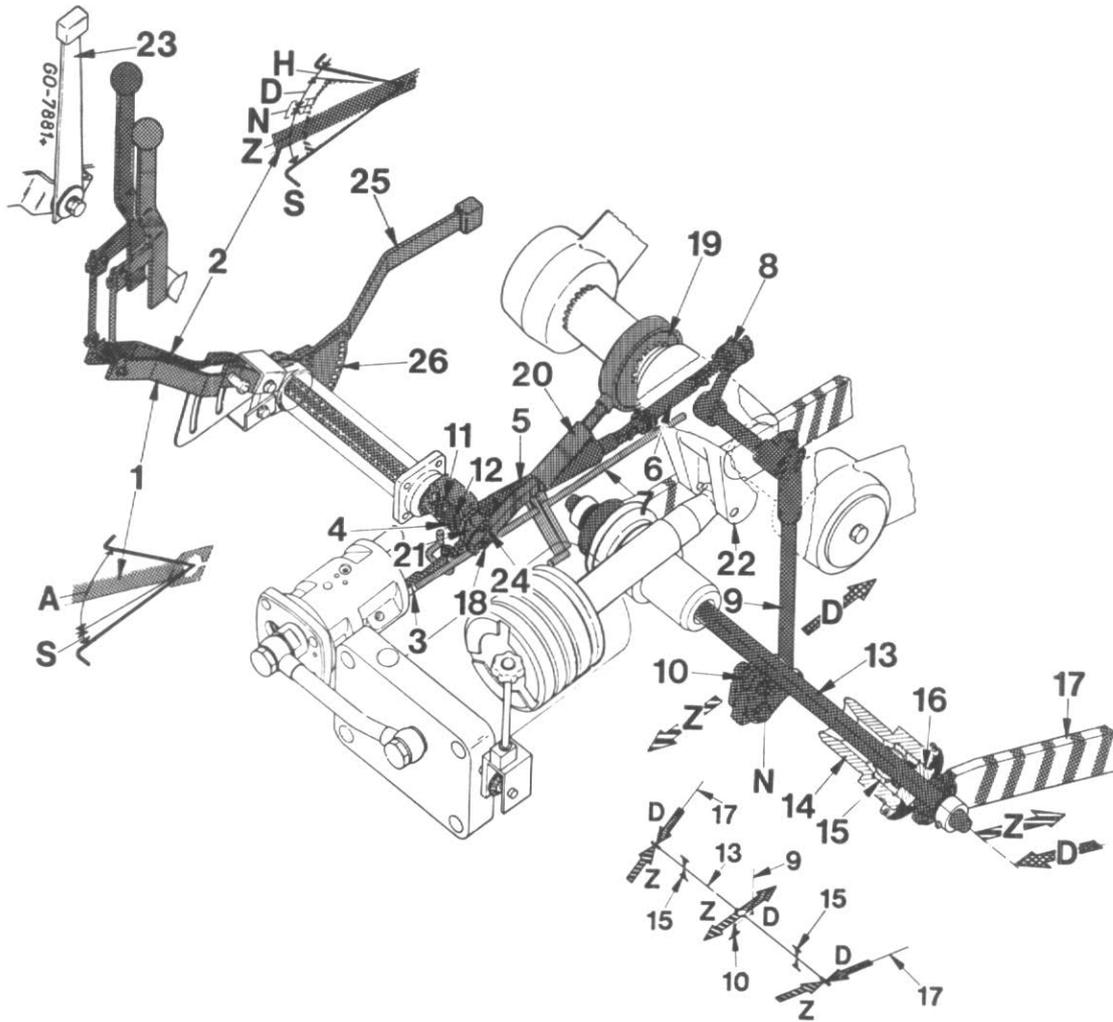

Fig. 1
Le contrôle de position est principalement utilisé pour les instruments portés qui n'exigent pas un contrôle de profondeur. Ces instruments sont commandés par le mécanisme de contrôle de position (bleu, fig. 1). Le levier de contrôle de traction (2) est complètement abaissé et ainsi rendu inefficace.
La position du levier de contrôle d'effort de traction (2, Fig. 1) correspond à une résistance définie de l'instrument dans le sol.
Les forces de traction ou de compression qui agissent sur le récepteur de flexion de type barre de flexion (13, Fig. 1) sont transformées en signaux de commande, à savoir les flexions Z ou D du récepteur de flexion.
Le système fonctionne généralement dans la zone de traction (Z, Fig. 1). Pour le labourage en surface seulement, le système peut fonctionner en zone de compression avec certaines charrues.
Lorsque vous soulevez la charrue avec le levier de contrôle de traction (2, Fig. 1) à sa position la plus haute, la tringle (7) se déplace en arrière sous l'action du piston du vérin de relevage et tire vers l'extérieur le tiroir (3) pour arrêter le relevage. Ainsi la bielle de commande (22) ne peut contacter le carter de relevage et ne risque pas de l'endommager.